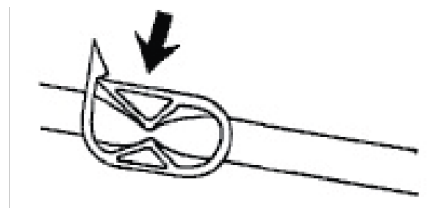

Figure 1-10 : Fermeture de la pince
2. Fermer la pince en pressant ses parties ensemble (Figure 1-10 à la page 15).